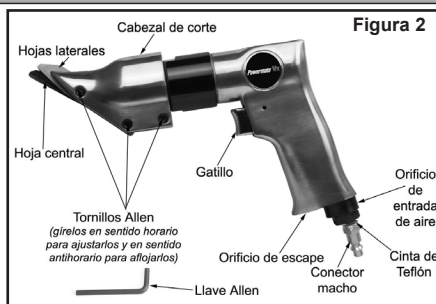

Figura 2
- Instale un conector macho NPT de 1/4" (no incluido) en el orificio de entrada de aire de la herramienta (ver Figura 2).